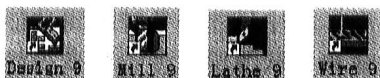

图1-2 桌面的快捷图标
(2) 双击 Mastercam 9.0 在桌面的 4 个快捷方式图标中的一个, 如图 1-2 所示, 即可启动 Mastercam 9.0 的对应模块。